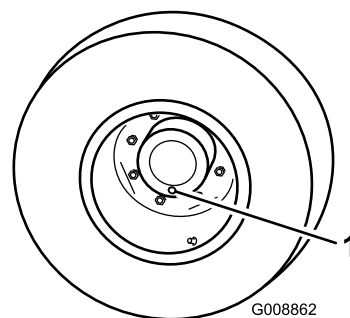

图55
1. 将机器放在水平地面上将车轮放置为检查塞在最低 6 点钟位置图55。